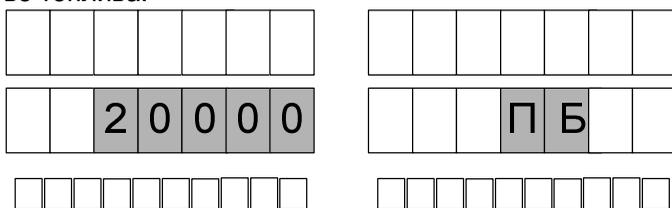

Рисунок 6
11.2 Доза на устройство задается оператором с помощью СУ. В начале нового налива, когда измерительная установка готова к отпуску топлива, мигающими символами в средней строке ЖКИ отображается значение заданной дозы, а в случае отпуска "до полного бака" – символы "ПБ" (рисунок 6). Это предоставляет удобный способ определить, когда можно начать налив, а также убедиться, что задано требуемое количество топлива.